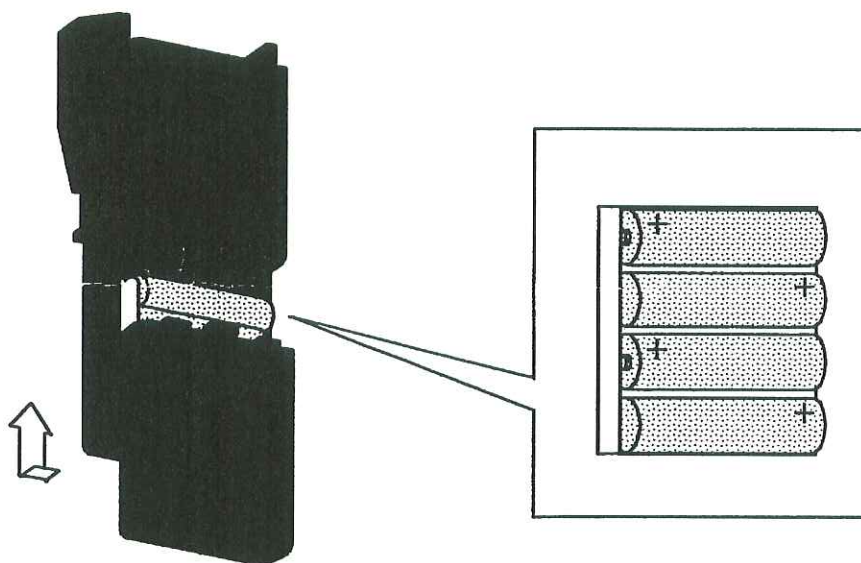

図2 電池カバーの取り付け方 及び 電池の入れ方
- ・電池は極性に注意して正しく本体に入れて下さい。（図2参照）